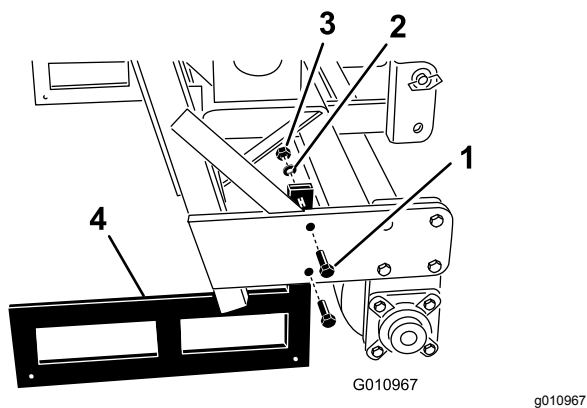

Figure 35
- Enlevez les boulons, rondelles-freins et écrous qui fixent les supports de rangement à chaque extrémité de l'aérateur (Figure 35).